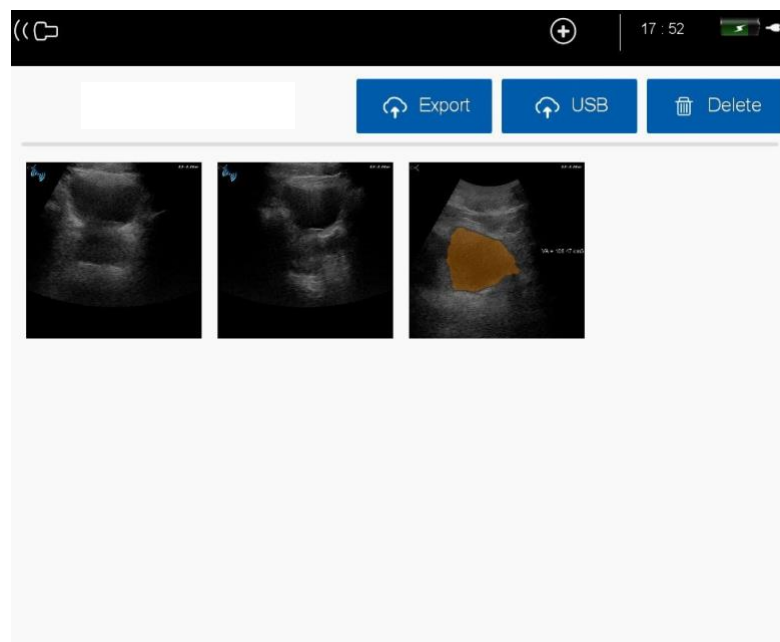

Рисунок V-3 - Вікно перегляду зображень
- Натисніть на іконку Перегляд даних (див. Рисунок V-2), щоб відкрити вікно перегляду зображень (див. Рисунок V-3)